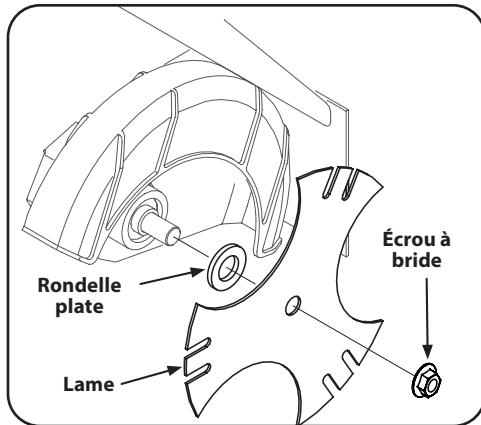

Figure 1
1. Utilisez deux clés (une clé pour retenir la tête du boulon et l'autre pour desserrer l'écrou à bride) pour enlever l'écrou qui retient la lame. Voir Figure 1.